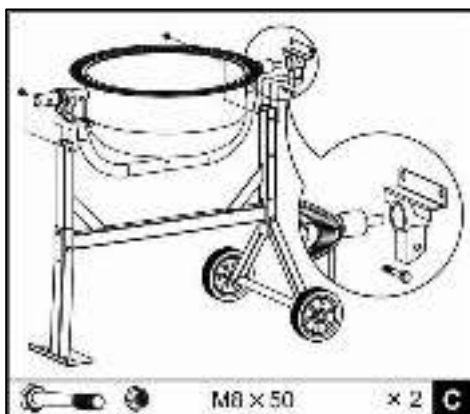

Рис.6
Осторожно с помощью двух человек установите нижний полубак (10) с опорной дугой на раму как показано на рис. 6.